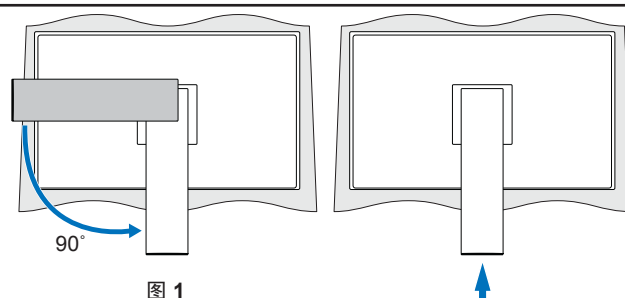

图 1
1. 将显示器正面朝下放在非研磨性表面上（图 1）。
2. 将支架旋转 90 度，如图 1 所示。